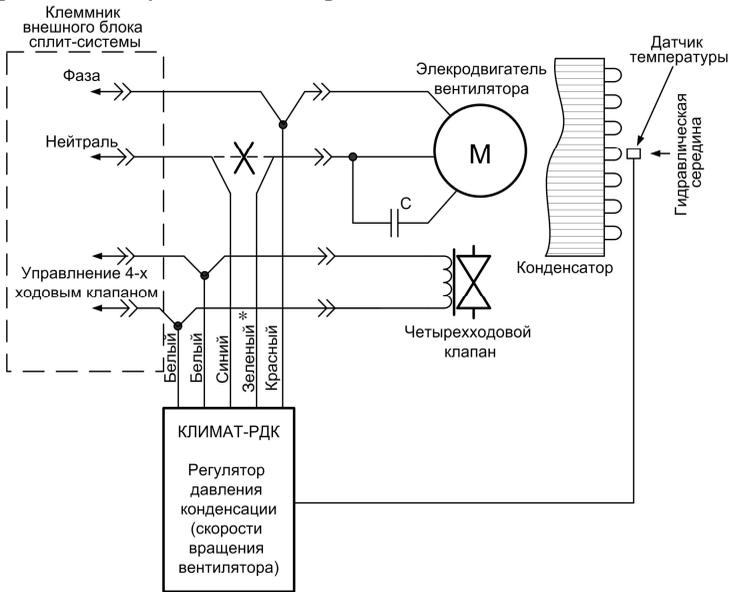

Рисунок 6. Схема подключения
6. Произвести монтаж электрических соединений (см. рис.6):